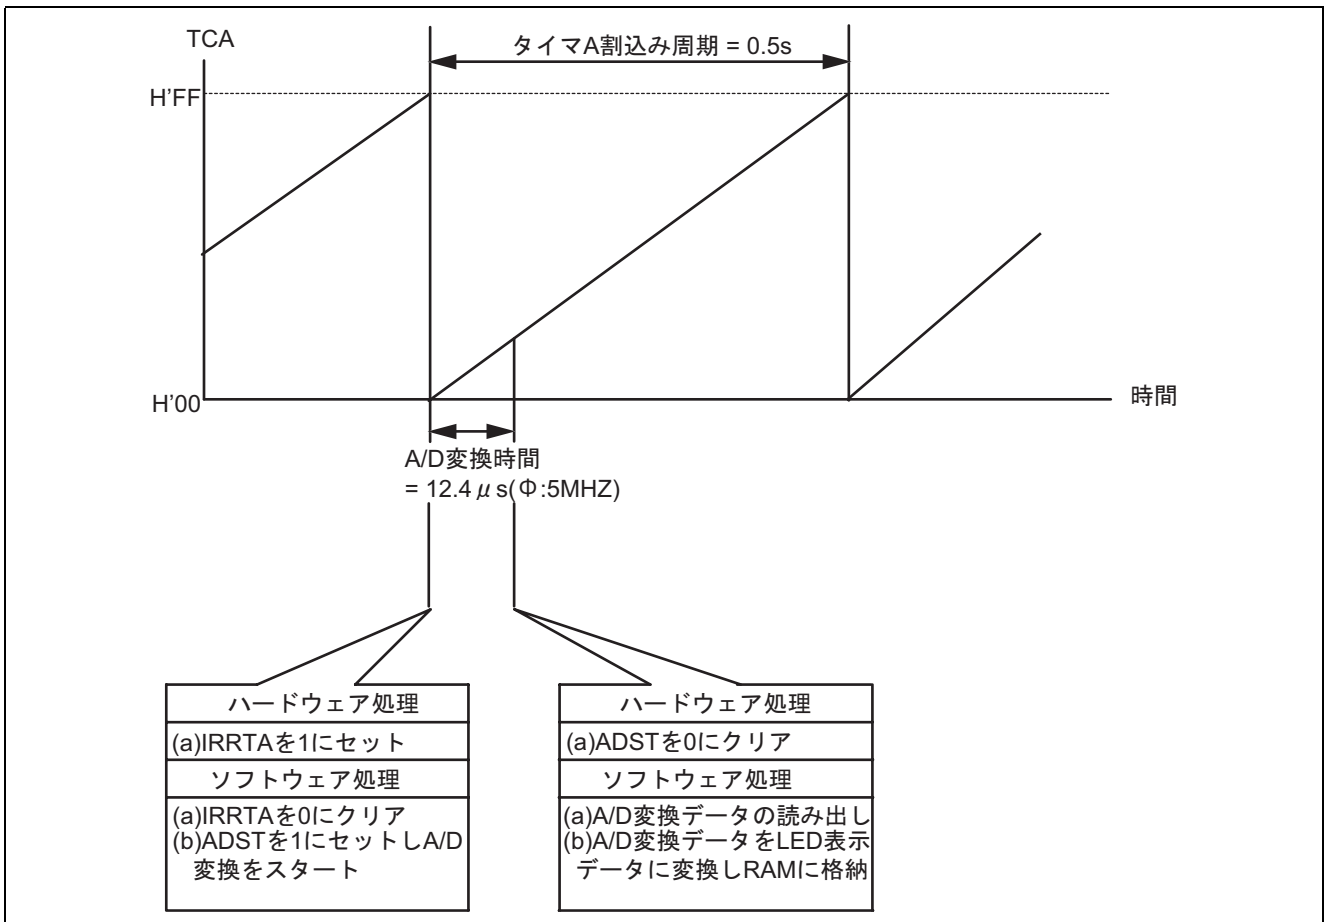

図 8 タイマ A を使用した AN0 端子の A/D 変換の動作原理
1. 図 8 にタイマ A を使用した、AN0 端子の A/D 変換を行う際の動作原理を示します。図 8 に示すように、本タスク例では、A/D 変換割込みを使用せずに tmra 割込み処理ルーチンの中で、A/D 変換終了判定を行っています。